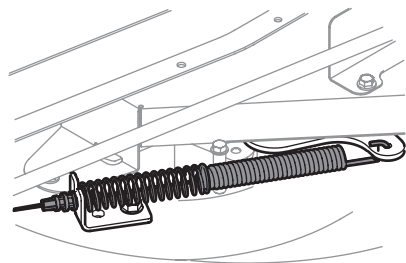

Figura 35
8. Extraiga con cuidado el cable de la PTO de la parte posterior de la plataforma de corte. Retire el resorte del soporte de polea loca de la plataforma (Figura 35).